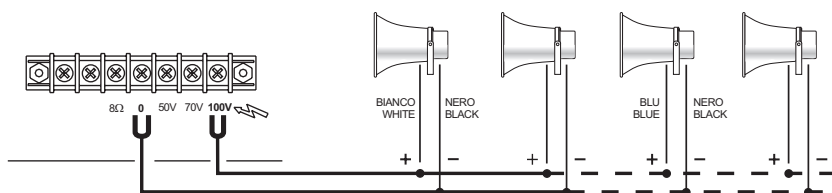

Fig. 1
- Collegare le terminazioni del cavo uscente dal diffusore alla linea di distribuzione 100 V (vedi fig. 1).
- Connect the ends of the cable leading out from the horn to the 100 V distribution line (see Fig. 1).
- Brancher les terminaisons du câble arrivant du diffuseur à la ligne de distribution à 100V (voir fig. 1) en veillant à bien respecter les polarités.
- Verbinden Sie die Endstücke des aus dem Lautsprecher austretenden Kabels an die 100V- Verteilerleitung (siehe Abb. 1).
- Sluit de uiteinden van de kabel die uit de luidspreker komt aan op de distributielij van 100 V (zie afb. 1).
- Conectar los terminales del cable que sale del difusor a la línea de distribución 100 V (fig. 1).